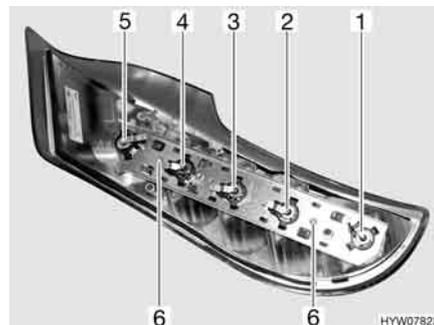

Fig. 185 Luci posteriori (lato posteriore)
- Svitare le due viti Torx (Fig. 185,6) del listello di supporto poste sul lato posteriore dell'involucro.